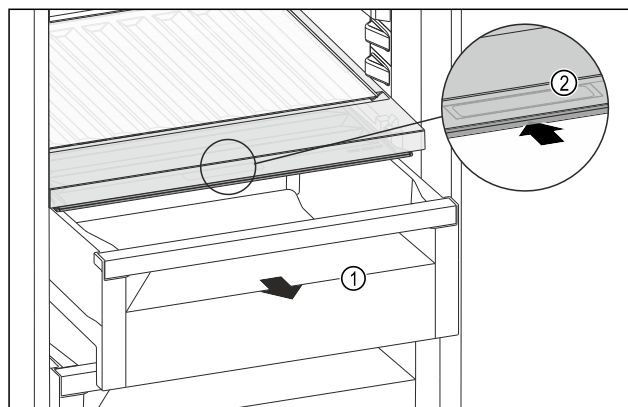

Fig. 241
- ▶ Tërhiqni jashtë sirtarin Fig. 241 (1).
- ▶ Kapni dorezën e futur Fig. 241 (2) në kapakun e ndarjes dhe në të njëjtën kohë shtyni për prapa kapakun e ndarjes.